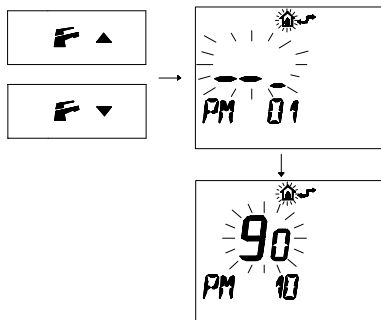

Fig. 5.69
- Premere i pulsanti o per visualizzare la programmazione "PM10" selezione della frequenza di accensione (Fig. 5.69).
Nella Fig. 5.69 si visualizza un SET programmato di **90** corrispondente ad un tempo di riaccensione di 3 minuti circa. Il campo di regolazioni è da 0 a 8 minuti e mezzo.